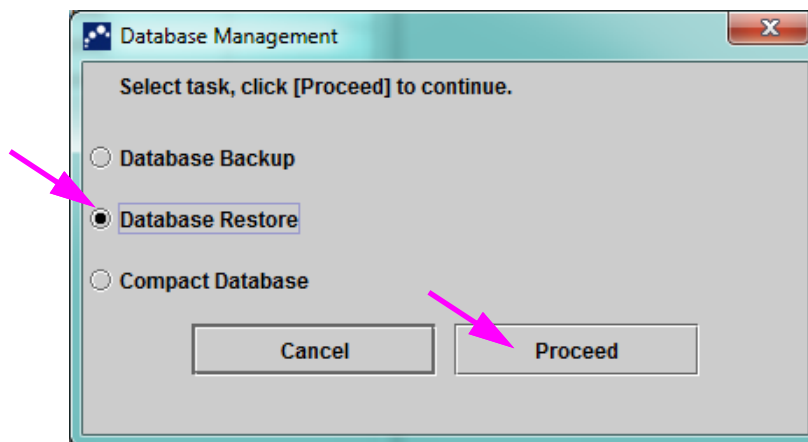

Figura 5-76. Fereastra Gestionare bază de date
1. Selectați **Restaurare bază de date (Database Restore)** din fereastra Gestionare bază de date (Database Management). Consultați Figura 5-76.
9. Faceți clic pe **Continuare (Proceed)** în caseta de dialog Restaurare bază de date (Database Restore) pentru a continua sau faceți clic pe **Anulare (Cancel)** pentru a întrerupe și a reveni la ecranul Gestionare bază de date (Database Management) (consultați Figura 5-76).
1. Selectați **Compactare bază de date (Compact Database)** din fereastra Gestionare bază de date (Database Management). Consultați Figura 5-76.